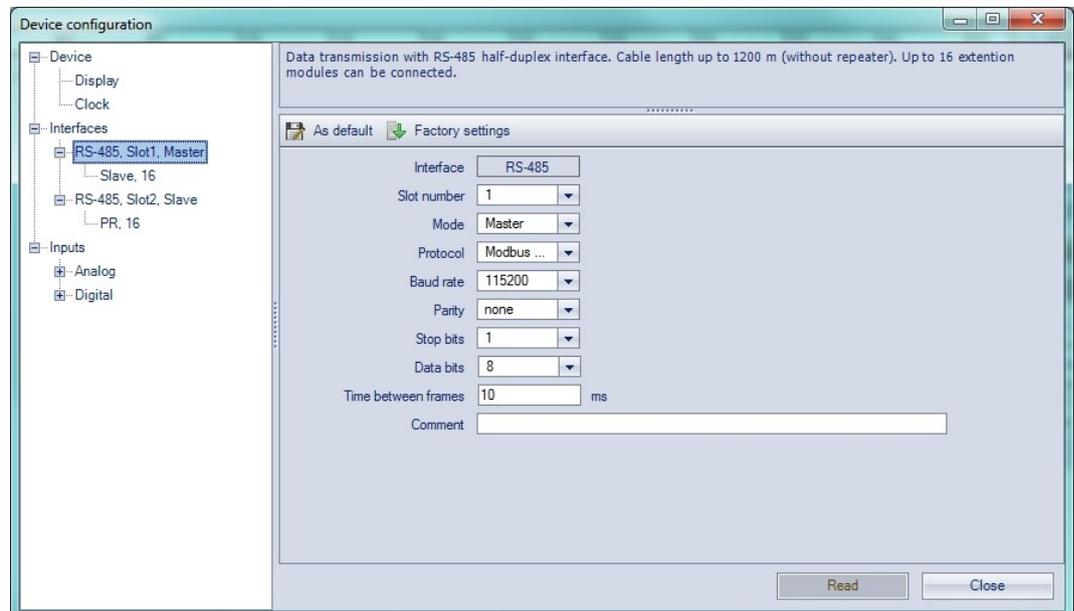

Fig. 4.5 Configuration du maître en mode maître
- Temps entre les images - le temps d'attente du maître après la dernière réponse (ou délai) jusqu'à la prochaine demande (Figure 4.5).